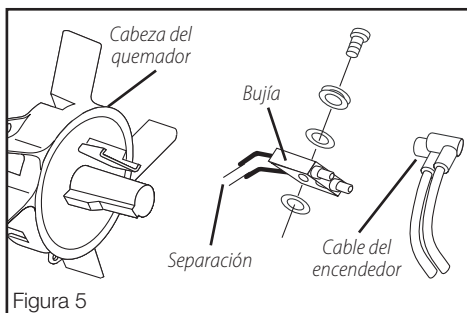

Figura 5
**BUJÍA:** Limpie y reajuste la separación entre los electrodos de la bujía después de cada 600 horas de funcionamiento o reemplácela según sea necesario. Después de extraer la bujía, limpie las terminales con un cepillo de alambre. Reajuste la separación de las terminales a 0.140 pulg. (3.5mm). Vea la Figura 5.